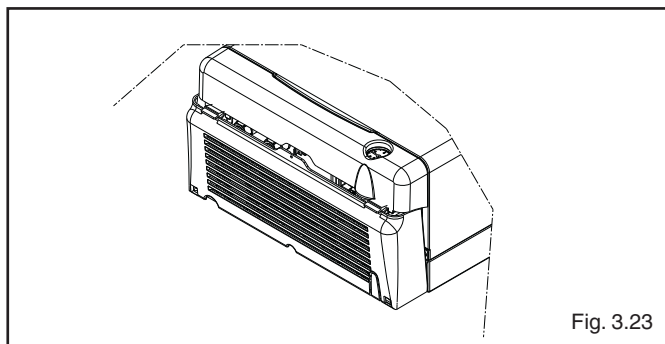

Fig. 3.23
- ruotare verso l'alto la copertura raccordi fino a che le due linguette (E) si posizionino a scatto nella copertura solidale al mantello (fig. 3.23).
- premere sulle due linguette (E) sganciandole (fig. 3.23)